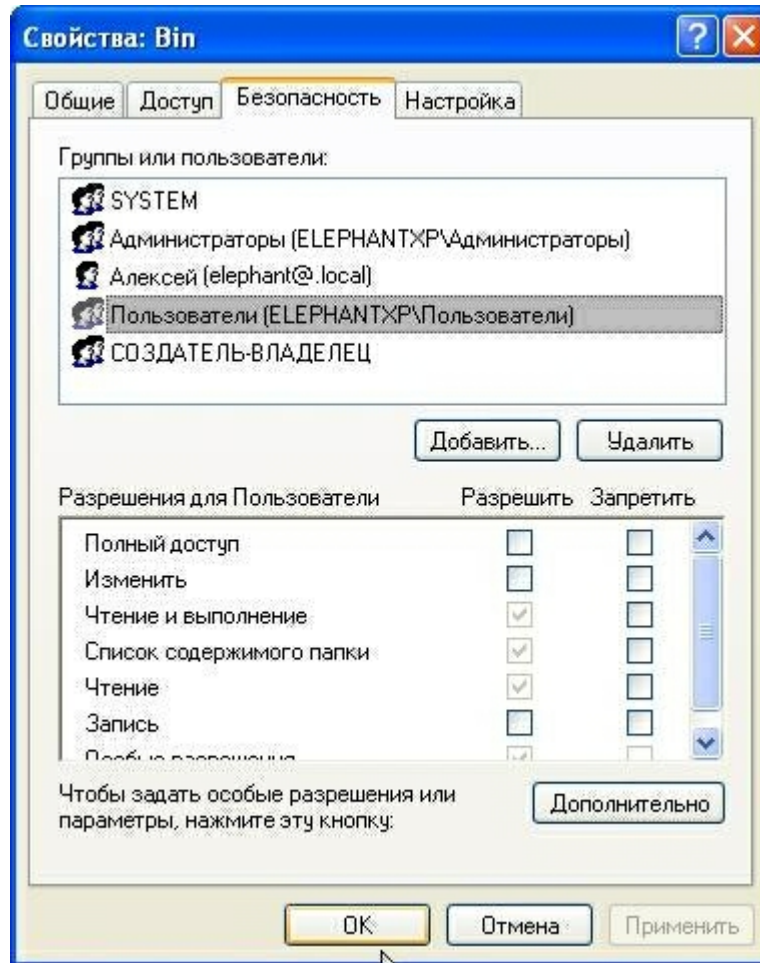

Рис. 4.4. Настройка прав доступа к папке
- 2) нажмите ALT-ENTER и в открывшемся диалоге настройки свойств папки на вкладке «Безопасность» выберите необходимые параметры – для всех групп пользователей, кроме группы «Администраторы», снимите галочки напротив пунктов «**Полный доступ**», «**Запись**» и «**Изменить**» (Рис. 4.4).